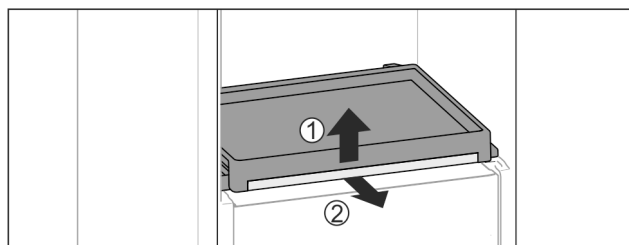

Fig. 31
- ▶ Rimuovere il ripiano estraibile con ripiano di vetro: sollevare leggermente in avanti il ripiano di vetro Fig. 31 (1) e tirarlo in avanti Fig. 31 (2).